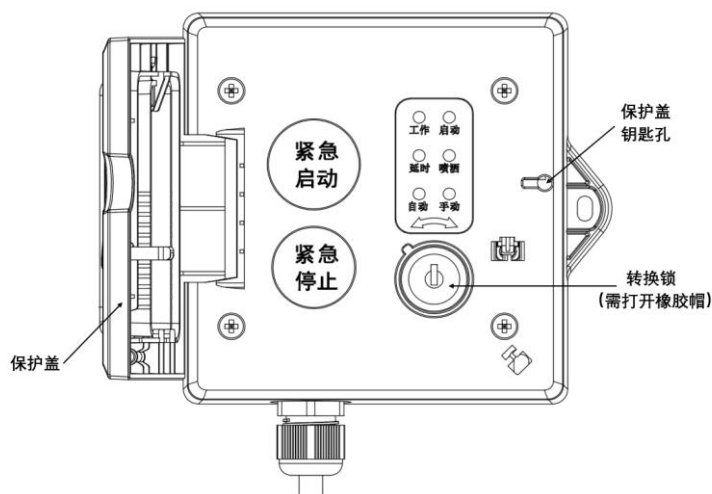

图 4 钥匙打开保护罩示意图
3. 用钥匙打开按钮保护罩（如图 4 所示），按下“**紧急启动**”按键，即可向气体灭火控制器发出信号，气体灭火控制器根据联动关系发出气体喷洒命令，延时指示灯点亮，经延时启动气体喷洒电磁阀，在延时期间，按下“**紧急停止**”按键，延时指示灯熄灭，中断延时，紧急中断气体喷洒控制逻辑。